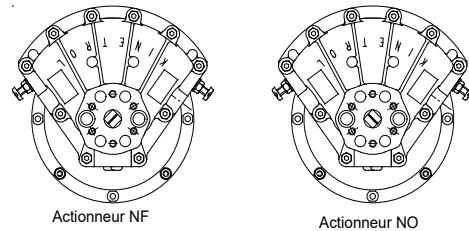

fig I-6
- Marquer la position de la palette dans sa position de sécurité avec 1 marqueur (comme indiqué sur fig I-6)